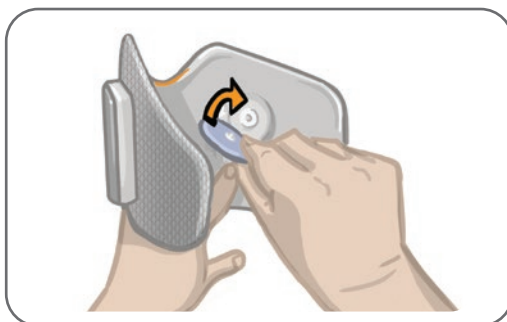

Ilustración 8-5: Sujeción de los Electrodos Cloth
6. Sujete los Electrodos Round Cloth a sus bases. Consulte la ilustración 8-5. En caso de ser un usuario habitual de la banda de la parte inferior de la pierna, asegúrese de que las cubiertas de broche de banda estén bien colocadas.